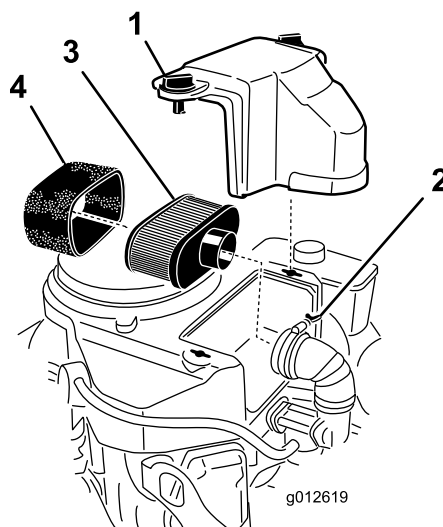

Figure 25
6. Posez la goupille fendue entre les leviers de déplacement et les verrous de point mort, et dans les axes de chape (Fig 25).
3. Nettoyez la surface autour du filtre à air pour éviter que des impuretés n'endommagent le moteur en tombant à l'intérieur (Figure 25).
4. Dévissez les boutons du couvercle et déposez le couvercle du filtre à air (Figure 25).
5. Dévissez le collier et déposez l'ensemble filtre à air (Figure 25).
6. Sortez délicatement l'élément en mousse de l'élément en papier (Figure 25).
1. Ne nettoyez pas l'élément en papier ; remplacez-le (Figure 25).
1. Glissez délicatement l'élément en mousse sur l'élément en papier (Figure 25).
2. Posez l'ensemble filtre à air sur sa base et fixez-le en place avec les 2 écrous à oreilles (Figure 25).
3. Mettez le couvercle du filtre en place et serrez le bouton (Figure 25).